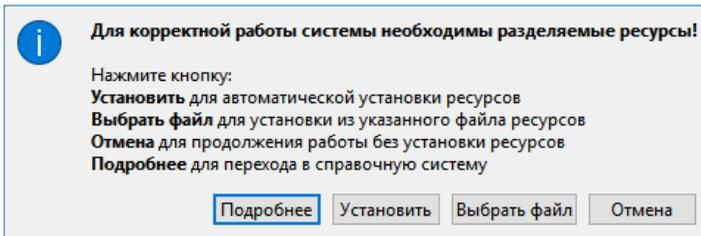

Рис. 2.1
При первом после инсталляции запуске система предлагает выполнить импорт РР (рис. 2.1).
- Нажмите кнопку **Установить** (рис. 2.1).
- Нажмите на кнопку **Выбрать файл** (рис. 2.1).
Кнопка **Отмена** (рис. 2.1) позволяет отсрочить установку РР. В этом случае импорт РР можно будет выполнить позднее при помощи команды **Данные/Импорт разделяемых ресурсов** первоначального меню. Дальнейший порядок действий описан выше (см. ручной импорт РР, 2-й вариант).